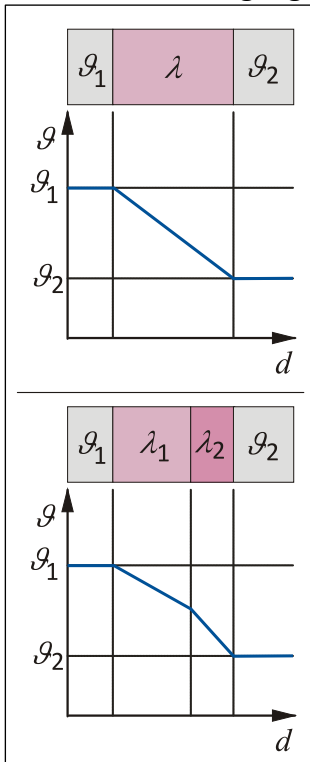

Bild 2: Wärmeleitung
In einer homogenen Wand, durch die senkrecht zu ihrer Oberfläche Wärme geleitet wird, erfolgt die Temperaturabnahme nach Gleichung (1) im Bereich der Schichtdicke d linear zwischen der wärmeren und kälteren Seite (**Bild 2**). Besteht eine Wand aus mehreren Schichten, so verläuft die Temperaturabnahme in gut leitenden Stoffen schwächer als in Wärmeisolierstoffen. Wenn die Trennwand aber an einen flüssigen oder gasförmigen Stoff grenzt, entsteht in der Grenzschicht eine Strömung. Die Wärmeübertragung erfolgt dann nicht nur durch Wärmeleitung, sondern auch durch Wärmeströmung. Die gesamte Wärmeübertragung einer Oberfläche auf eine Flüssigkeit oder ein Gas bezeichnet man als Wärmeübergang.
- Bestimmen Sie an Hand der **Abbildung 2** die Differenzen der Innentemperatur $\Delta\vartheta_i$, der Außentemperatur $\Delta\vartheta_a$ und der Wandtemperatur $\Delta\vartheta_w$.
- Berechnen Sie die Wärmeleitfähigkeit der Wand λ_w , den Wärmeübergangskoeffizienten nach außen α_a und den Wärmeübergangskoeffizienten k unter Verwendung der Gleichungen (3) bis (7).